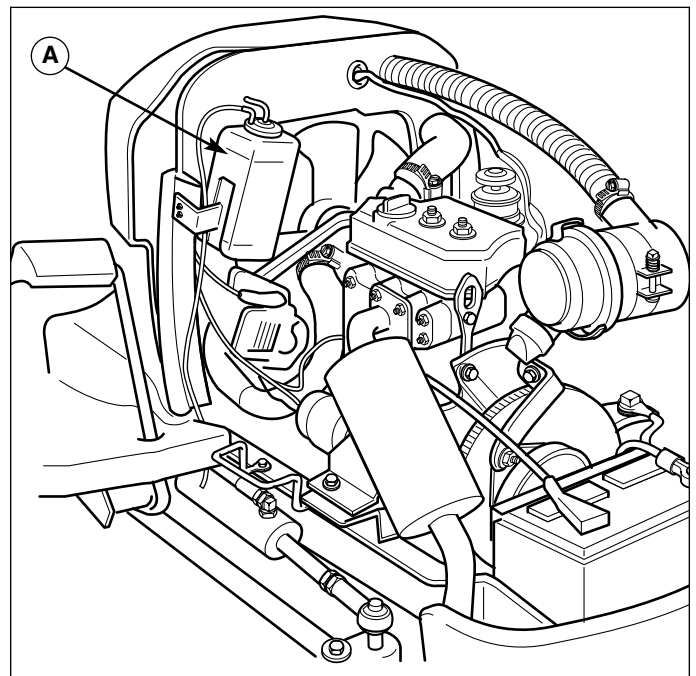

Figure 15. Vérification du niveau d'antigel
1. Vérifier le niveau de liquide de refroidissement dans le réservoir de compensation (A, figure 15). Le liquide doit se trouver entre les repères « H » et « L » du réservoir.